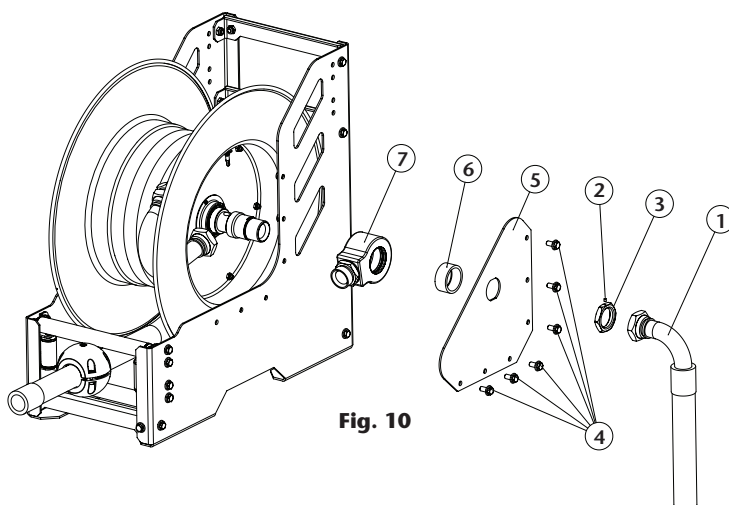
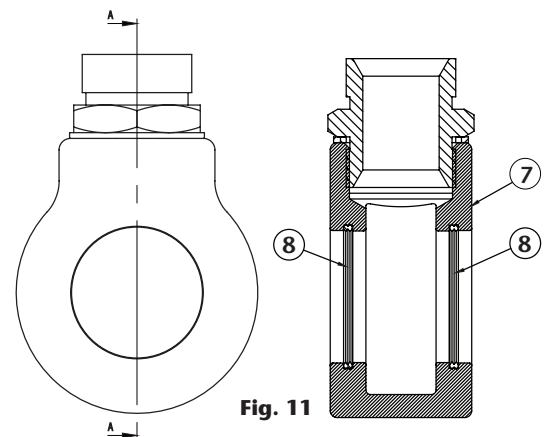

Fig. 10
Fig. 11
2. Desserrez la vis de réglage de l'écrou (2) et dévissez l'écrou (3) (Fig. 10).
3. Dévissez les vis (4) et retirez la plaque latérale (5) et la douille d'écartement (6) (Fig. 10).
5. Retirez le corps de la rotule (7) (Fig. 10 & 11) et remplacez-le par un nouveau ou remplacez les joints (8) (Fig. 11) en vous assurant qu'ils sont dans la bonne position.